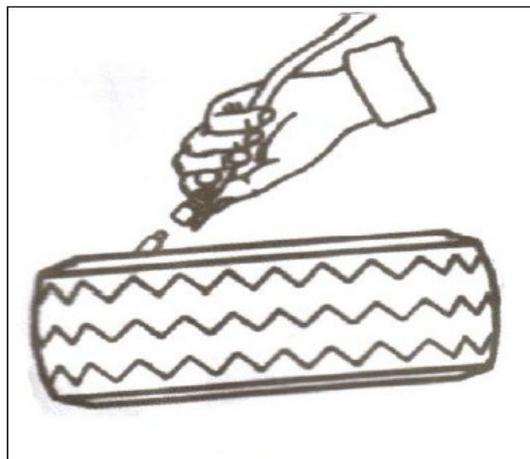

FIG 23
2. Connectez le tuyau d'air sur la valve du pneu. Voir FIG23.